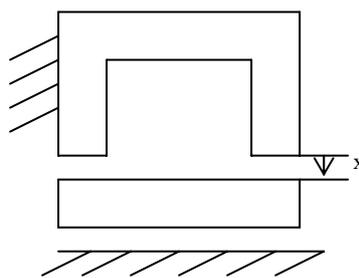

Figura 5: Esquema de pieza de hierro móvil
- iii) Si una pieza de hierro móvil se ubica a una distancia x de una pieza de hierro fija, que tiene un enrollado de N vueltas con corriente continua I , como se ilustra en la figura 5, se encuentra que la pieza móvil levitará a una distancia